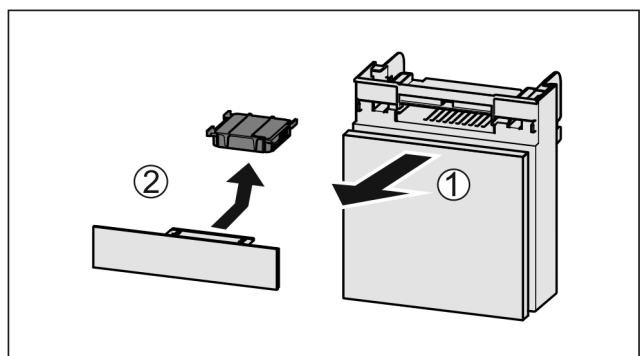

Fig. 164
- ▶ Издърпайте Fig. 164 (1) напред отделениято.
- ▶ Извадете Fig. 164 (2) филтъра с активен въглен.